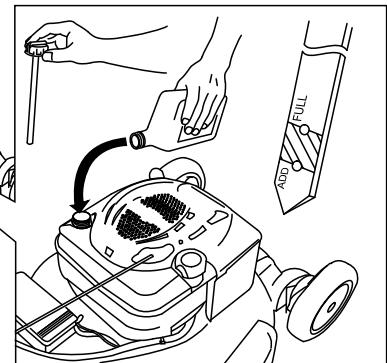

Figura 15
1. Togliete l'asta di misurazione del livello dell'olio, asciugatela ed inseritela a fondo nel foro (Figura 15).
2. Rimuovete l'asta e controllate il livello dell'olio (Figura 15). Se il livello dell'olio è inferiore alla tacca Add sull'asta, versate lentamente dell'olio nel foro del bocchettone fino a portarne il livello alla tacca Full sull'asta. **Non riempite troppo.** (Riempimento massimo: 0,59 litri, tipo: olio detergente SAE 30W con service classification API SF, SG, SH, SJ, SL o superiore.)